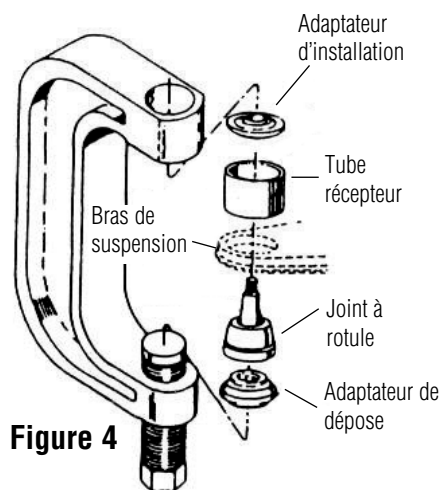

Figure 4
3. Monter les composants de la presse pour rotules comme illustré en Figure 4. Positionner le tube récepteur et serrer la vis de manœuvre. Vérifier l'alignement de tous les outils et composants, puis continuer à serrer la vis de manœuvre jusqu'à ce que le joint à rotule soit parfaitement positionné.